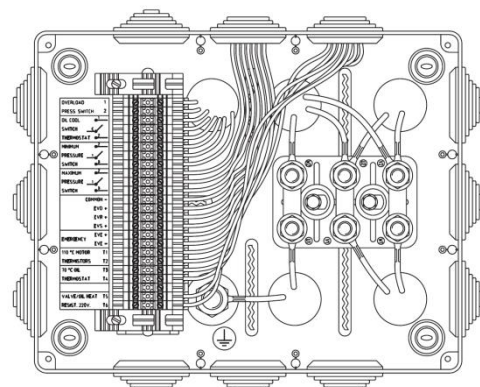

Fig. 7
- La scatola della centralina completa di cablaggio (opzionale) comprende (vedi Fig. 7):